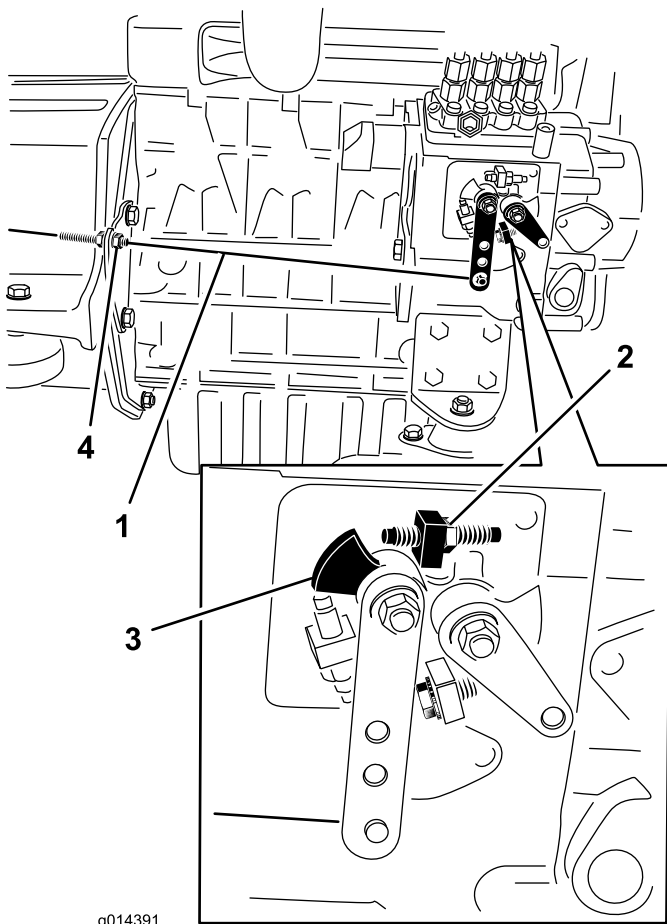

図 38
2. エンジンの燃料噴射ポンプについている速度コントロールレバーの位置を確認する。スロットルコントロール・レバーをFAST位置 (ディテント位置) にセットした状態で、速度コントロール・レバーが高速ねじに接触していれば適正 (図 38)。
3. 必要であれば、スロットルコントロール・ケーブルのジャムナットの位置を調整して、スロットルコントロール・レバーをFAST位置（ディテント位置）にセットした時に速度コントロール・レバーが高速ねじに接触するようにする（図 38）。速度コントロールレバーの高速ねじは調整しないこと。